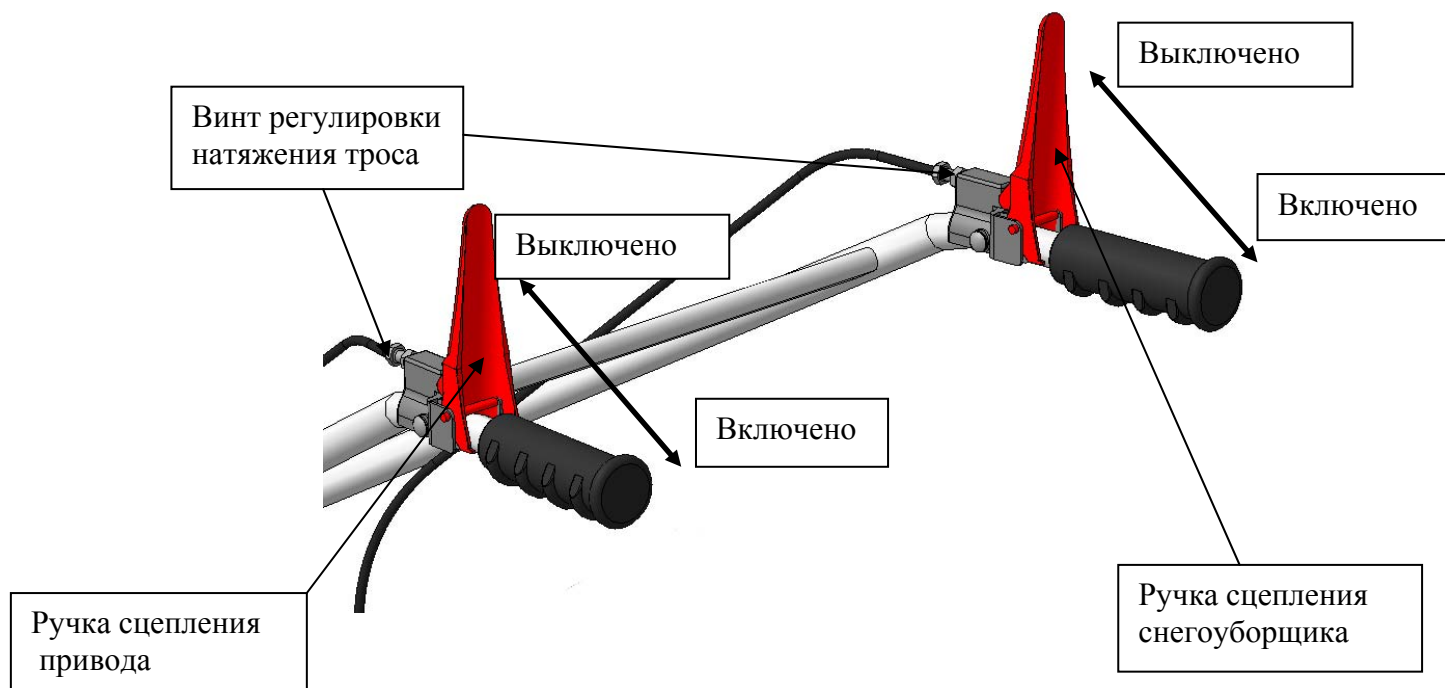

РИС. 6 СХЕМА ВКЛЮЧЕНИЯ РУЧЕК СЦЕПЛЕНИЯ СНЕГОУБОРЩИКА
- 9.4. Плавно перевести ручку сцепления включения шнека в положение «включено». Шнек начнет вращение. (Рис.6)
- 9.5. Плавно перевести ручку сцепления самоходного привода в положение «включено» и снегоуборщик начнет движение. (Рис.6)